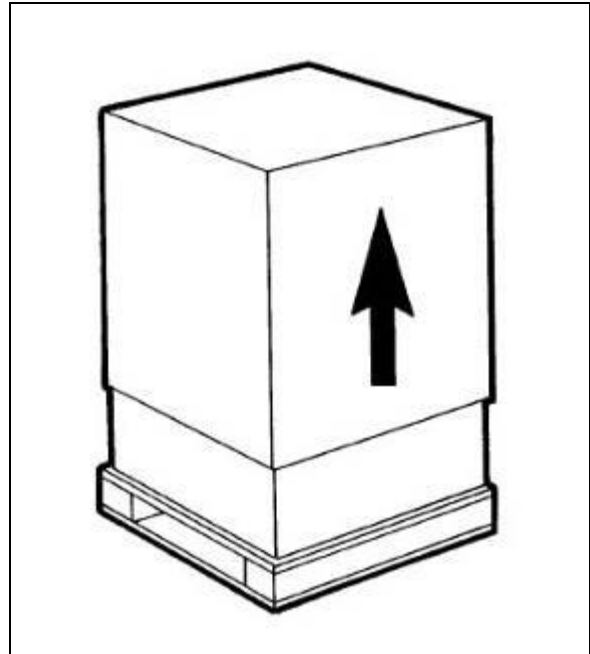

Fig. 13
a) Después de quitar el embalaje **guarde todos sus elementos para el almacenamiento invernal** y asegúrese de lo íntegro del equipo (fig.13).